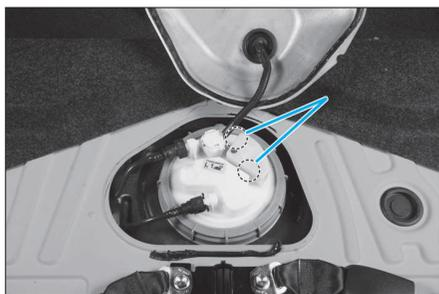

FIG. 63
- Déclipser le cache pour accéder au filtre à charbon actif (Fig.63).